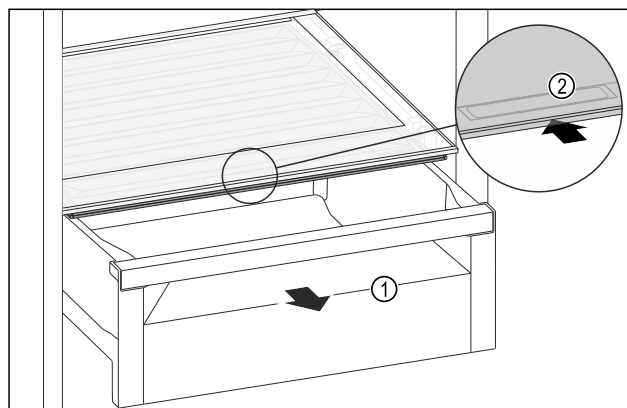

Fig. 124
- Estrarre il cassetto Fig. 124 (1).
- Afferrare la maniglia incassata Fig. 124 (2) sul coperchio dello scomparto e spingere allo stesso tempo all'indietro il coperchio dello scomparto.